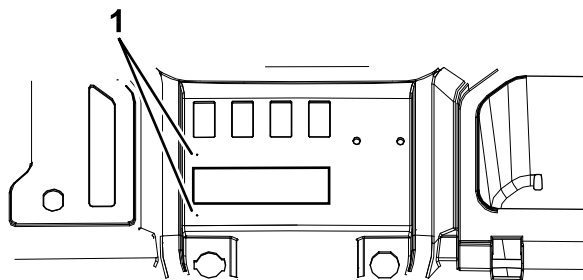

図 4
2. 穴あけ用のくぼみ2個 図 4 のところに、ドリルでそれぞれパイロット穴 3/16" を開ける。